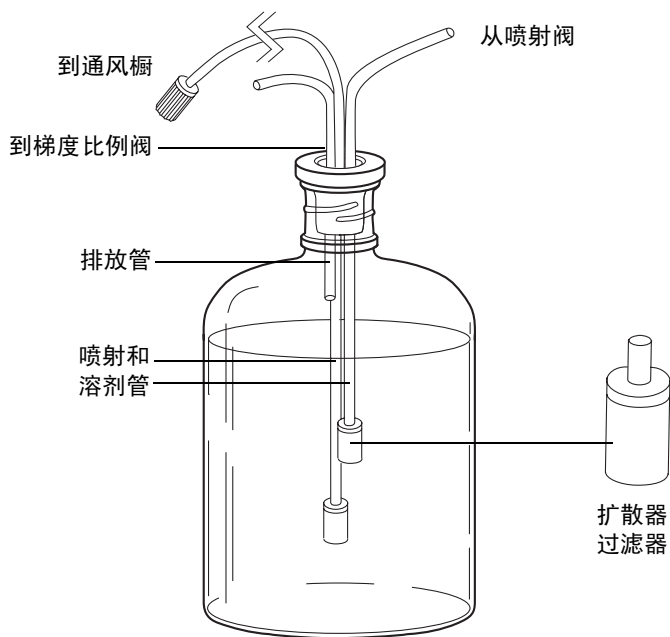

图 2-6 将喷射管安装到溶剂容器中
5. 将容器盖安装到相应的容器上，并确保扩散器完全浸入溶剂中，如图 2-6 所示。
6. 在每个容器和相应的通风橱之间安装一段最短长度为 4 英尺（1.2 m）的聚四氟乙烯（FEP）管路（“启动套件”中）。此管路可排出容器中的溶剂蒸汽。确保此管路的末端位于容器中液面的上面，如图 2-6 中所示。